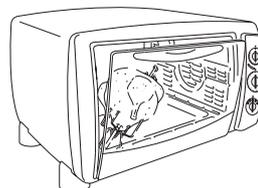

fig. 10
Desenfiar o tabuleiro de recolha das migalhas (M) puxando-o para fora (ver a fig. 10). Se for difícil, humedecer as partes externas do tabuleiro. Remover a sujidade com um pano húmido. **Enxugar bem e depois introduzir novamente o tabuleiro.**